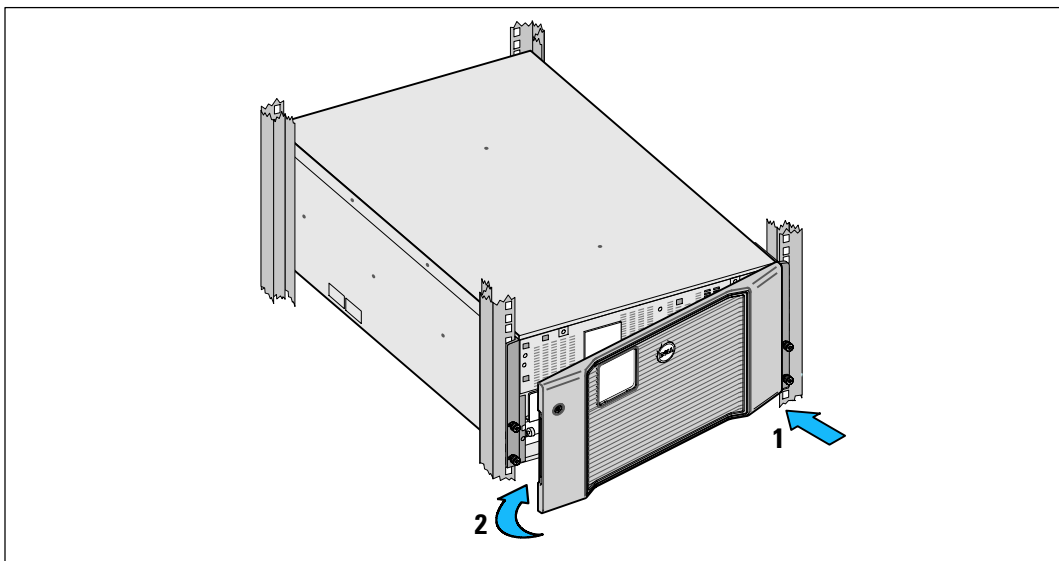

Рисунок 37. Снятие передней крышки ИБП
- 6 Снимите переднюю крышку ИБП (см.Рисунок 37).